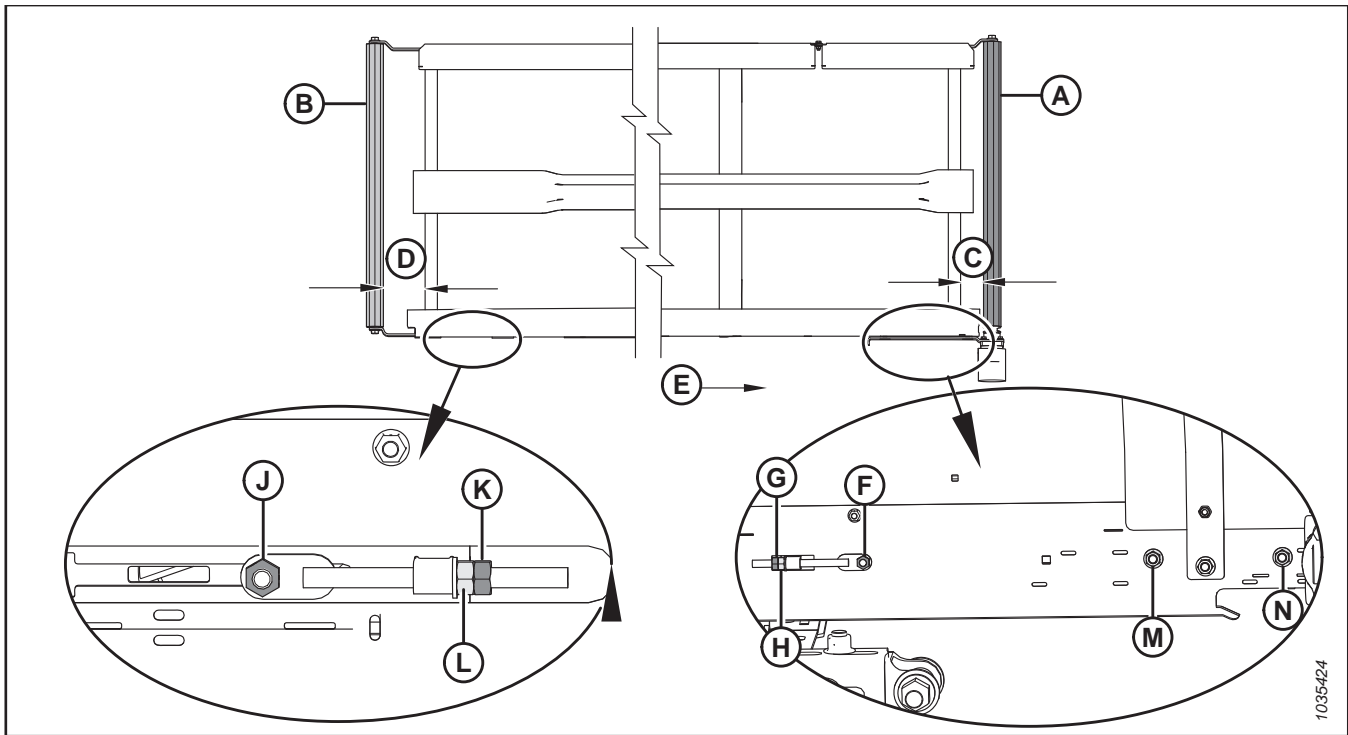

Figura 4.250: Ajustes de alineación de la lona: lona izquierda
2. Ajuste el rodillo de mando (A) para cambiar C (consulte la Tabla 4.2, página 426 y la Figura 4.250, página 426) como se muestra a continuación:
- a. Afloje las tuercas (F), (M) y (N) y la contratuerca (G).
- b. Gire la tuerca de ajuste (H).
- c. Ajuste las tuercas (F), (M) y (N) y la contratuerca (G).
3. Ajuste el rodillo tensor (B) para cambiar D (consulte la Tabla 4.2, página 426 y la Figura 4.250, página 426) como se muestra a continuación:
- a. Afloje la tuerca (J) y la contratuerca (K).
- b. Gire la tuerca de ajuste (L).